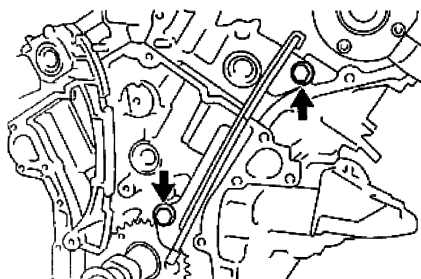

图 1-56 安装1号链条振动阻尼器
① 使标记版(黄色)与凸轮轴正时齿轮的正时标记(两点标记)对准。
② 给螺栓螺纹和螺栓安装面涂抹一薄层发动机机油。
③ 使凸轮轴的锁销对准凸轮轴正时齿轮的销孔。在安装好2号链条的情况下，安装凸轮轴正时齿轮和左侧排气凸轮轴正时齿轮。
④ 用扳手固定凸轮轴上的六角头部分并紧固两个螺栓。
⑤ 将销从链条张紧器上拆下。
4) 安装1号链条振动阻尼器。用两个螺栓安装链条振动阻尼器，见图1-56。